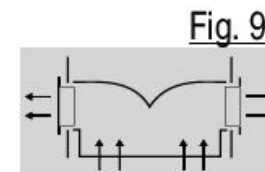

Fig. 9
- Kamin sa rešetkama: postavite stranične rešetke u otvore tako da simbol ^ bude okrenut na gore, a simbol > napred. Uvek, kada je aspirator u upotrebi u aspirativnom modu, postarajte se da je gril obezbeđen sa unutrašnje strane od odvoda R (fig.9)